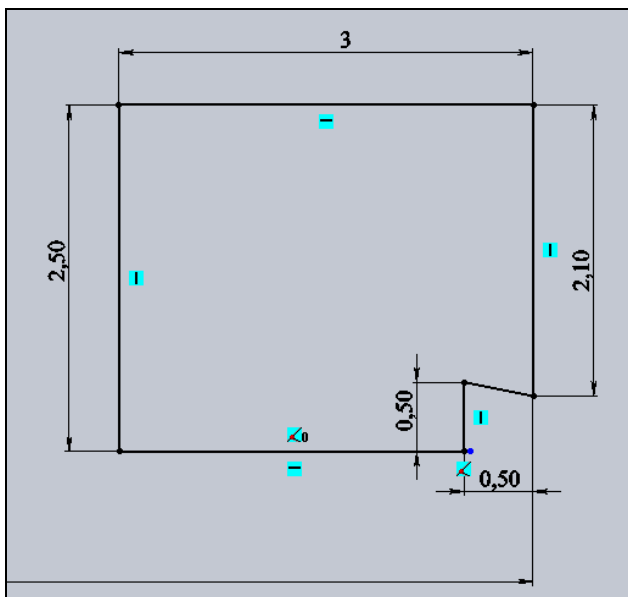
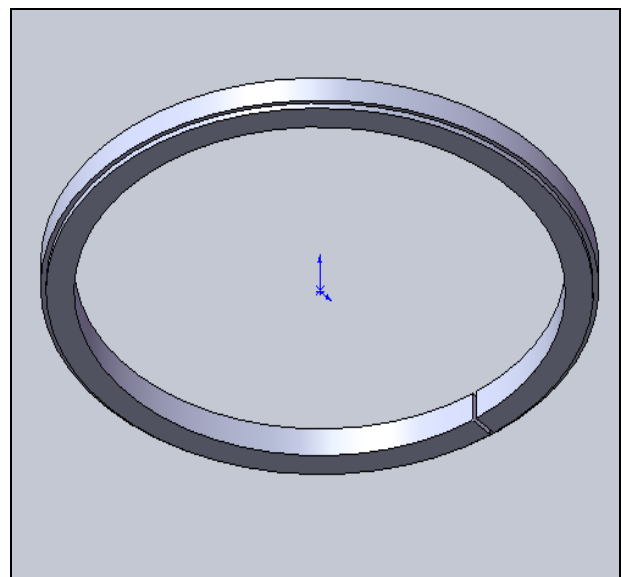

Рис. 2.18. Эскиз для кольца скребкового типа
Рис. 2.19. Кольцо скребкового типа (вид снизу)
5. В принципе модель поршневого кольца готова. Как видите, профиль кольца легко сформировать в эскизе. Например, если требуется сформировать кольцо скребкового типа, то это легко сделать, редактируя эскиз. Для этого щелкните правой кнопкой мыши в **Дереве Конструирования** на элементе **Повернуть1** и в контекстном меню выберите **Редактировать эскиз**. Графический экран перейдет в режим рисования эскиза и можно будет исправить эскиз, например, так, как показано на рис. 2.18. В результате после выхода из эскиза получится кольцо, показанное на рис. 2.19.